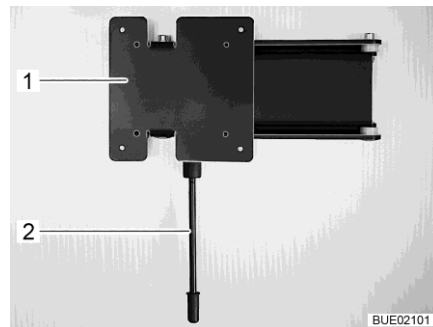

Fig. 91 Supporto a parete
- Tirare verso il basso la leva di sbloccaggio (Fig. 91,1) e ruotare il supporto (Fig. 91,2) con lo schermo piatto nella posizione desiderata.